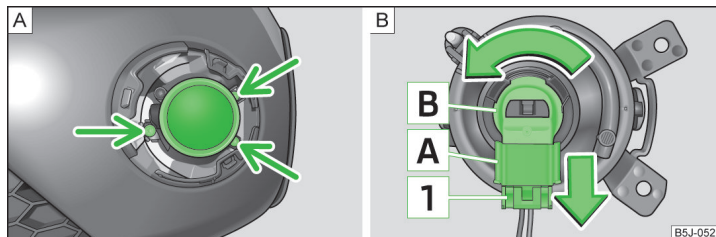

Fig. 163 Bara de protecție față: Farurile de ceață / farurile de ceață: Înlocuirea becului
► Desfaceți cu ajutorul unei șurubelnițe » pagina 162, *Trusa de scule* șuruburile » fig. 163 - **A**.
► Apăsați siguranța **1** » fig. 163 a conectorului **A** și scoateți conectorul din soclul **B**.